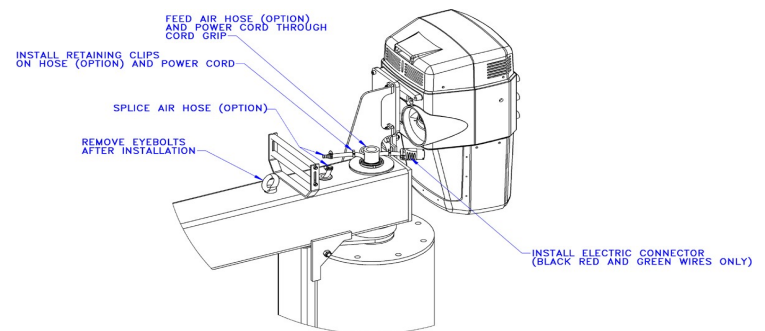

Fig. 4D. Installazione del connettore elettrico.
4.2.2 Passare il cavo elettrico e il tubo dell'aria attraverso il disco di frizione in plastica, la piattaforma posteriore, i controdadi e il fermacavo. Stringere il controdado fino a rimuoverlo dal disco di frizione. Installare il connettore elettrico, collegare il tubo dell'aria e installare i morsetti di fissaggio. Installare la fascia del rullo sul montante dietro ai supporti rotanti (**Fig. 4D**).